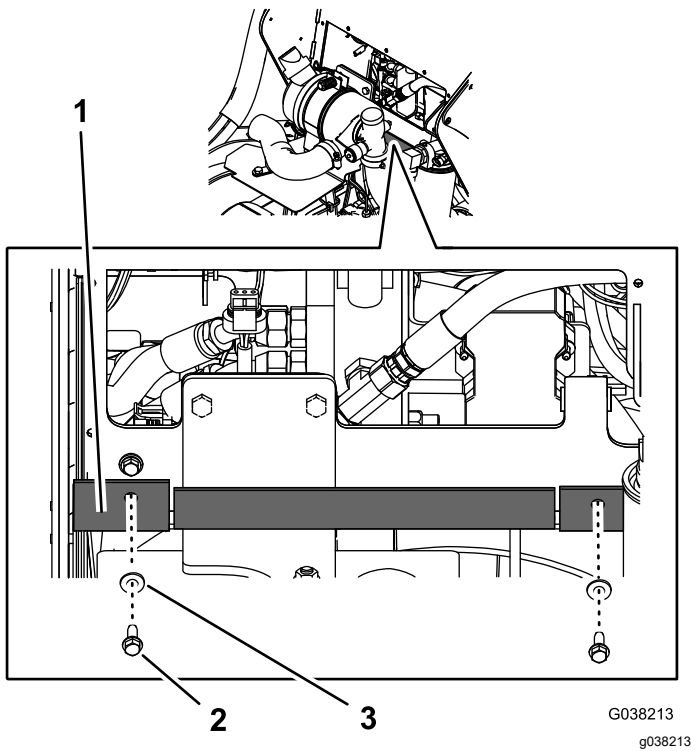

Bild 34
1. Richten Sie die Löcher in der Ablenkplatte aus Gummi (**Bild 34**) mit den Löchern im Boden des Bedienfeldrahmens aus.